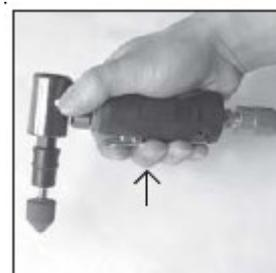

Fig. 6
7. Spostare in avanti il blocco e premere il grilletto verso il basso. Più si preme grilletto, più veloce sarà la rotazione dell'utensile. L'utensile viene azionato (vedi Fig. 6).